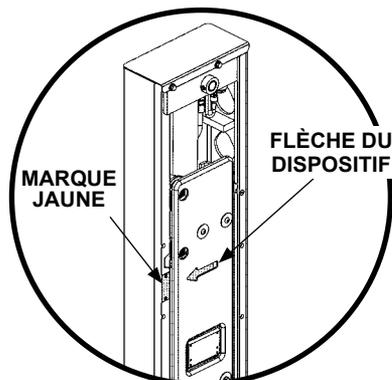
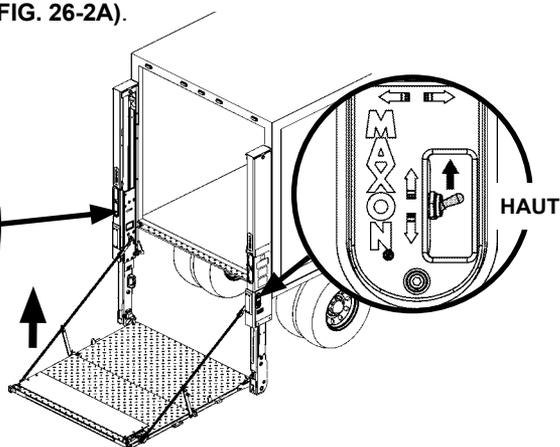

FIG. 26-2A
FIG. 26-2
1. Utilisez le commutateur de colonne pour lever (HAUT) la plate-forme (FIG. 26-2) jusqu'à ce que la flèche du dispositif coulissant et la plaque de marquage jaune sur la colonne gauche soient au même niveau (FIG. 26-2A).